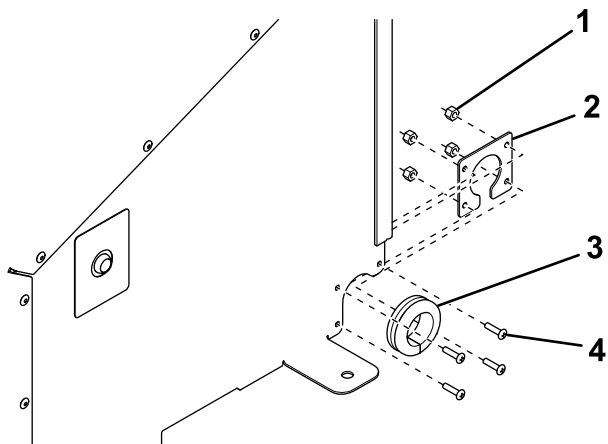

Figura 4
9. Inserte el anillo de goma en el soporte (Figura 4).